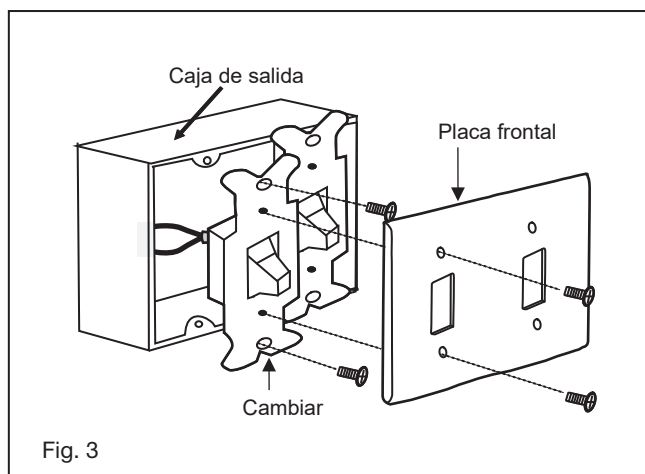

Fig. 3
1 Deslice la cubierta del yugo, el anillo embellecedor y el dosel sobre la varilla bajante. (Fig. 3)
- 1 Retire la placa de pared existente y el interruptor antiguo de la caja de salida de pared. (Fig. 3)